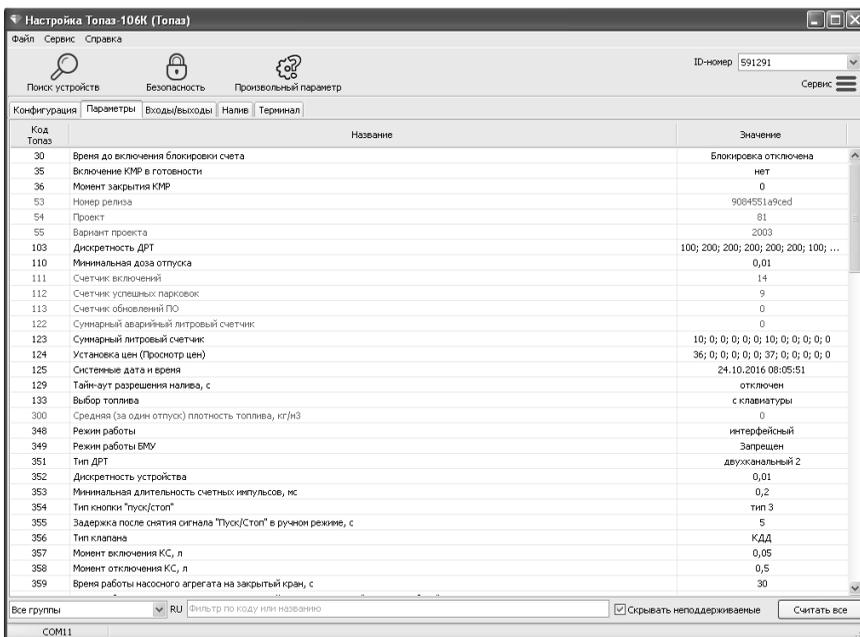

Рисунок 12
6.8 На вкладке "Параметры" (рисунок 12) можно просмотреть и при необходимости изменить значения параметров устройства.